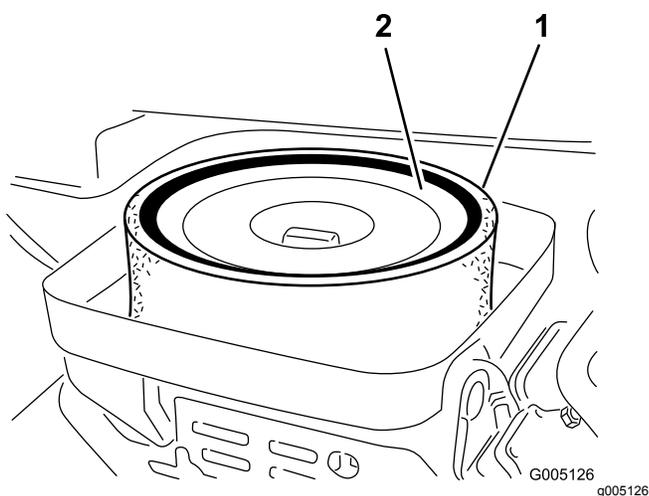

Рисунок 37
3. Снимите барашковую гайку крепления элементов к корпусу воздухоочистителя (Рисунок 37).
4. Если элемент из пеноматериала загрязнен, снимите его с бумажного элемента (Рисунок 37). Тщательно очистите его следующим образом: